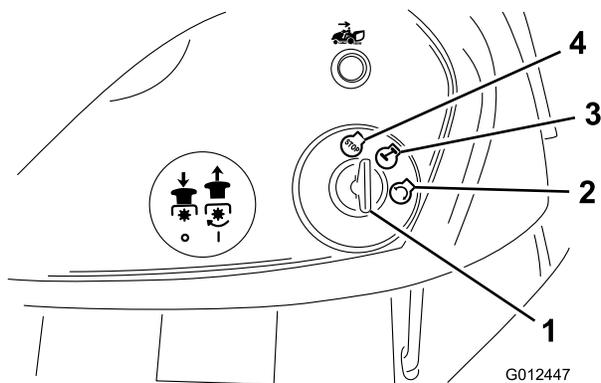

Figura 12
- Gire la llave de contacto en el sentido de las agujas del reloj y manténgala en posición Arranque (Figura 12).
- Gire la llave de contacto a la posición de Desconectado (Figura 12).